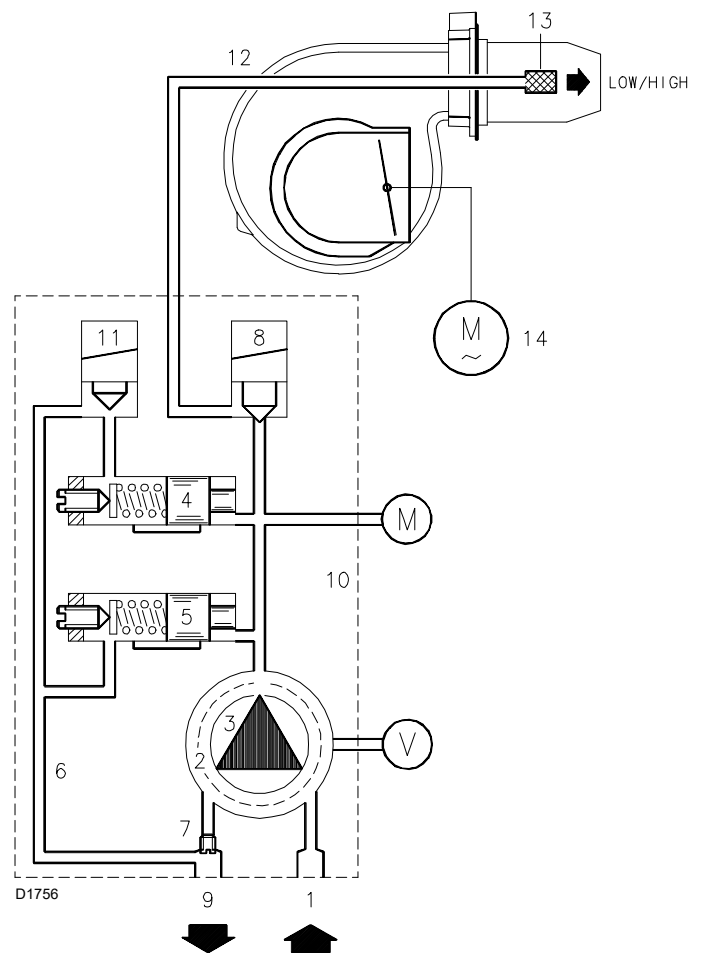

Fig. 25
- Keď dôjde k zvyšovaniu teploty alebo tlaku až do otvorenia diaľkového ovládacieho zariadenia TR, elektroventil 11)(Fig. 25) sa otvorí a horák prejde z 2. na 1. stupeň prevádzky.